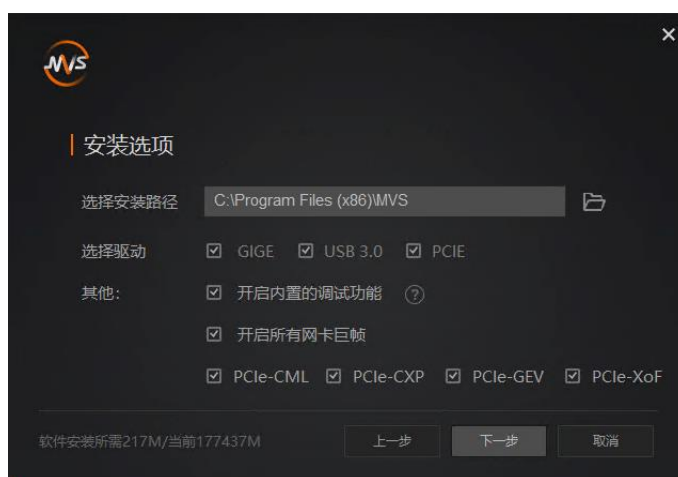

图6-4 安装选项
3. 选择安装路径、需要安装的驱动 (默认已全部勾选) 和其他功能，如 图6-4 所示。